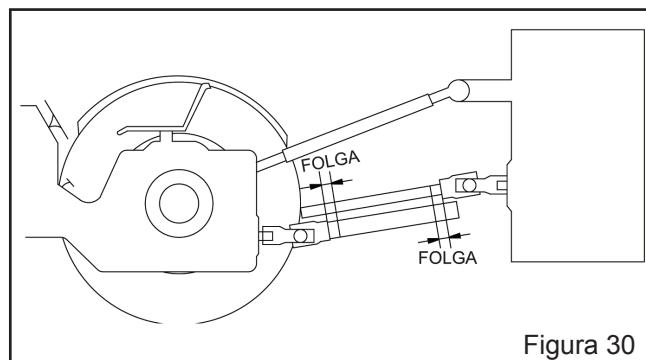

Figura 30
- Coloque as duas partes (macho e fêmea) paralelas (Figura 30), marque o excesso das duas partes, observando que os pedaços a serem cortados em ambas as partes devem ser iguais.